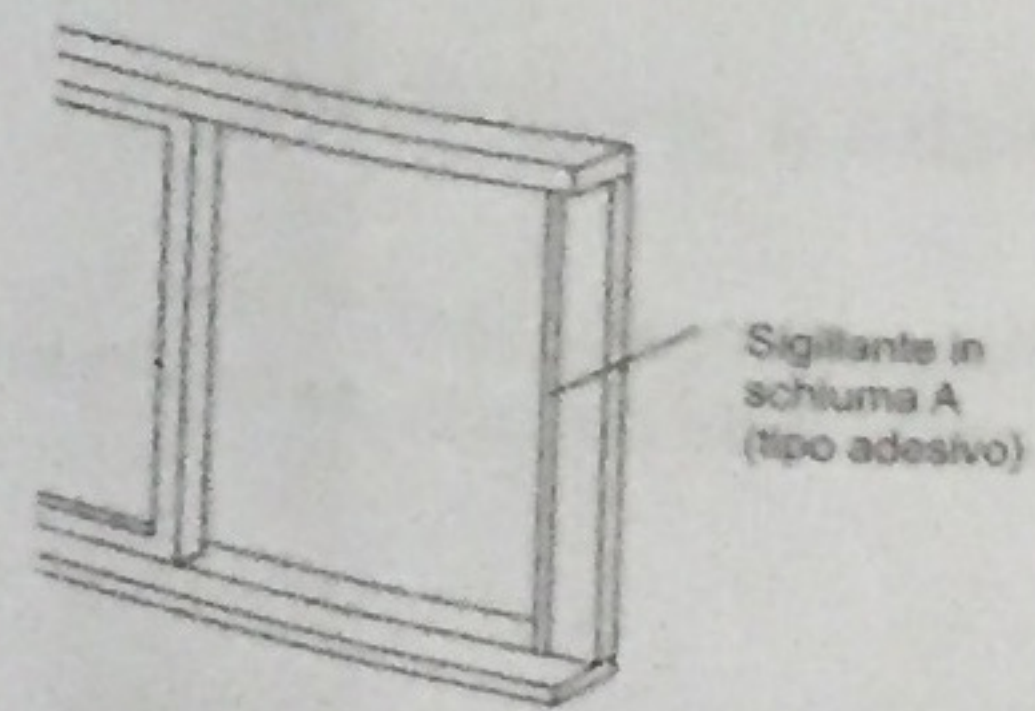

Fig. 14
1. Tagliare il sigillante in schiuma (tipo adesivo) della lunghezza adeguata e attaccarlo al telaio della finestra, Fig. 14.